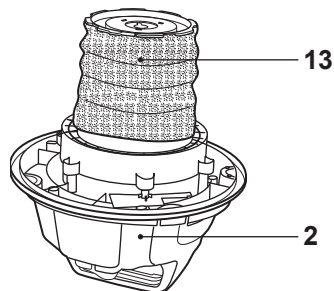

Fig. 18
Use la funda de espuma (13) al aspirar en húmedo (Fig. 18). Si utiliza el producto sin la funda de espuma (13) puede dañar la unidad del motor.